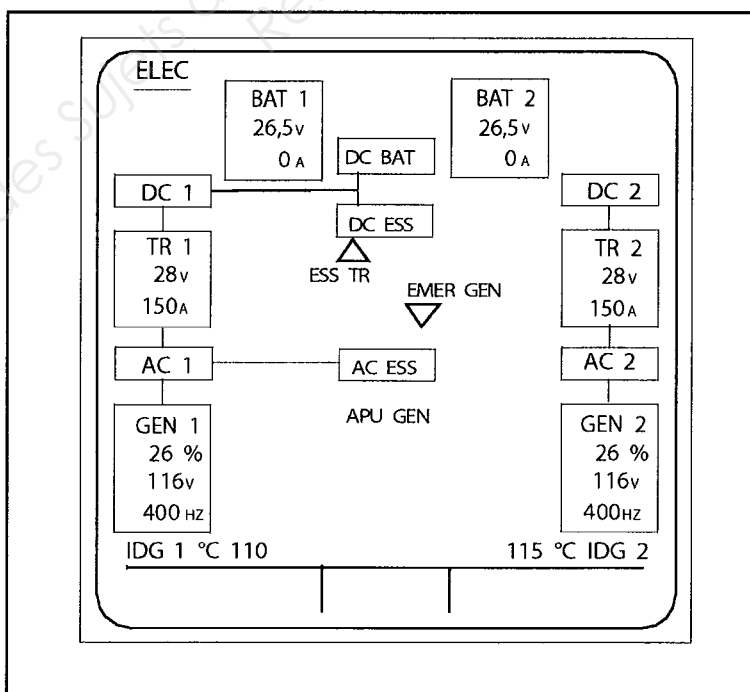

Figure 15 : Indications ECAM – Configuration normale en vol
3.8.2 Indications (Voir Figure 15 ou 16)